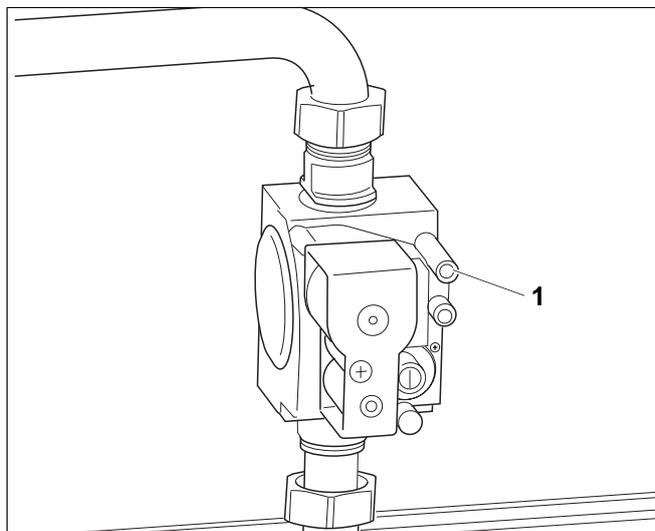

Abb. 50 Gasarmatur „SIT“ 840 Sigma
- Messschlauch entfernen und Verschlusschraube des Messnippels (Abb. 50, **Pos. 1**) wieder festdrehen.